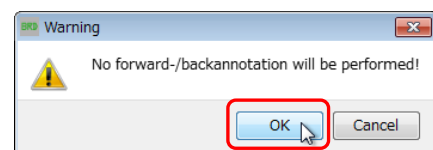

図 50
- c) さらに、Warning 図 50 が表示されますが、[OK]をクリックして次に進みます。